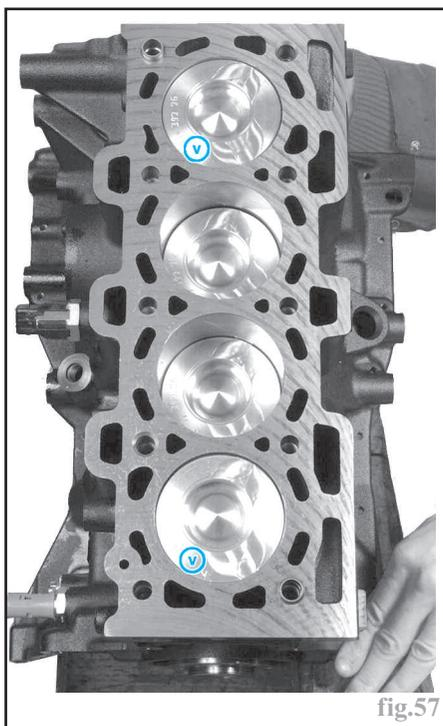

fig.57
- mettre en place les ensembles bielle-piston convenablement huilés dans le bloc-cylindres (pointe du repère «V» vers le volant moteur) (fig.57),